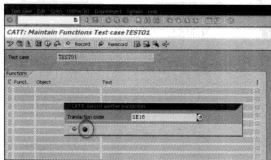

图 4-21 结束 CATT 录制
STEP 3 在弹出的数据浏览器中输入表名，单击“”按钮或者回车，输入选择字段值后，单击“”按钮保存资料，然后单击“”按钮回到录制界面，最后单击“”按钮结束录制，如图 4-21 所示。